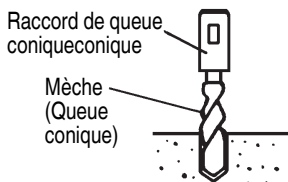

Fig. 10
- (1) Installer la mèche à queue conique dans le raccord de queue conique. (Fig. 10)